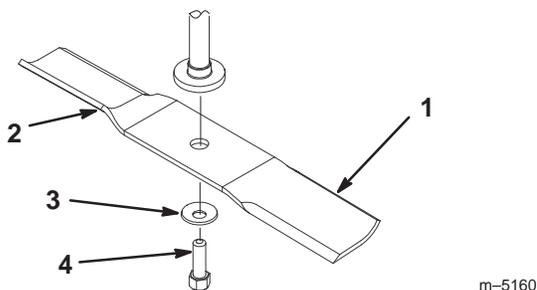
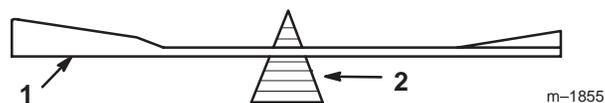

Figure 27
Figure 29
Tenez la lame à son extrémité avec un chiffon ou un gant épais. Enlevez de l'axe, la lame, le boulon, la rondelle bombée et la lame (Fig. 27).
2. Vérifiez l'équilibre de la lame en la plaçant sur un équilibreur (Fig. 29). Si la lame reste horizontale, elle est équilibrée et peut être utilisée. Si la lame est déséquilibrée, limez un peu l'extrémité de la partie incurvée seulement (Fig. 27). Répétez la procédure jusqu'à ce que la lame soit équilibrée.
1. Placez la lame sur l'axe (Fig. 27).
2. Montez la rondelle bombée (face concave vers la lame) et le boulon de lame (Fig. 27). Serrez le boulon de lame à 47–88 Nm (35–65 pieds/livre).